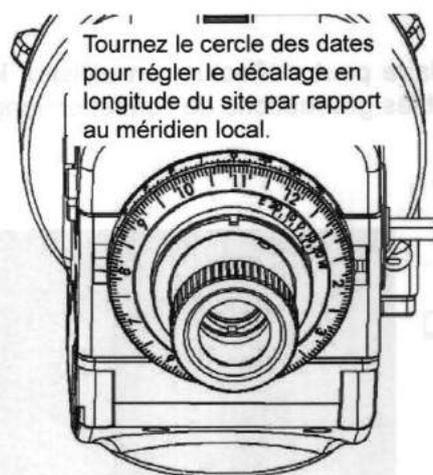

Fig. 29
4. Tournez le cercle des dates pour régler le décalage (offset) en longitude de votre site d'observation par rapport au méridien standard de votre pays. Par exemple, si votre site se situe à Colmar (France), dont la longitude est $7^{\circ} 21'$ Est, vous devez placer le vernier de l'offset en longitude face à la valeur $7^{\circ} 21'$ de l'échelle, vers la gauche, côté E (Fig. 29).